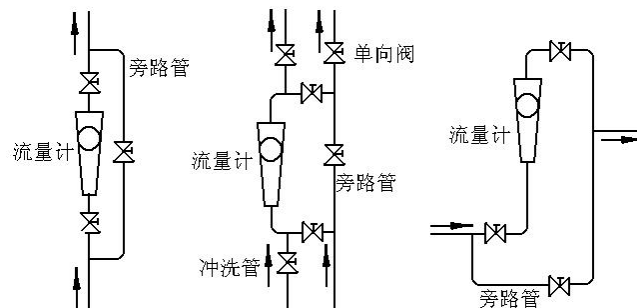

图 4 流量计安装示意图
- (1) 根据检验，维修、更换流量计时不影响生产，保证安全，流量计应安装在宽敞、明亮无震动的地方并建议按图 4 加旁路管。
- (2) 新装管路或维修后的管路必须将管路清洗干净，必要时应在流量计上游安装过滤器。
- (3) 流量计应垂直安装，（不超过 5"）对准连接孔并应切实固定连接流量计的管件，以免管件产生机械应力传递到流量计上造成损坏锥管。
- (4) 管路中如有倒流，特别是有水锥作用为防止损坏流量计应在其下游阀门之后安装单向逆止阀。
- (5) 流量计上游应安装阀门，流量调节阀应安装在流量计下游 5~10 倍公称直径。